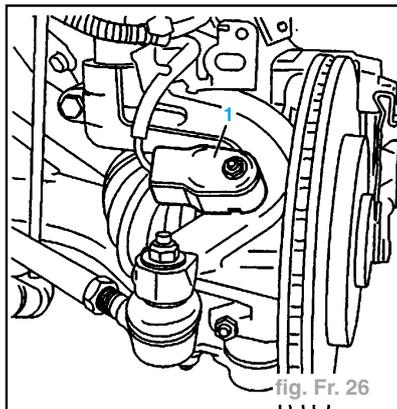

fig. Fr. 26
- Déposer le cache (1) (fig. Fr. 26).